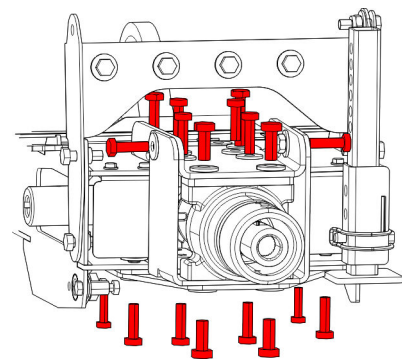

Abb. 41: Anbaustutzen demontieren
2. ➤ Anbaustutzen demontieren. Dazu die 10 Schrauben an der Oberseite und die 8 Schrauben an der Unterseite lösen (Abb. 41).